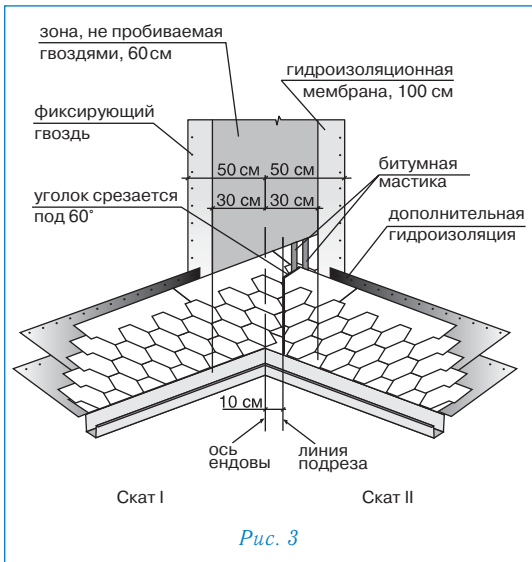

Рис. 3
Ендова (рис. 3)
- лист, подходящий к ендове со ската II, должен доходить до линии подрезки и обрезаться по ней. Верхний уголок обрезанного края листа подрезается под углом 60° (5 3 см — рис. 3);